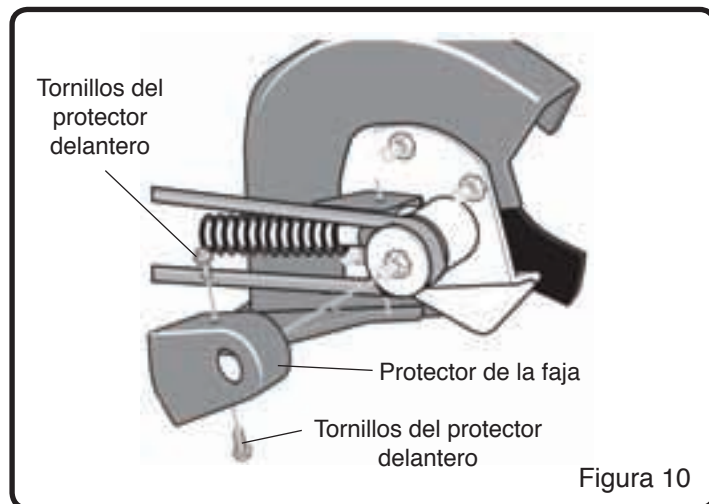

Figura 10
3. Retirar los dos tornillos del protector delantero y el protector de la faja. (Véase la Figura 10).